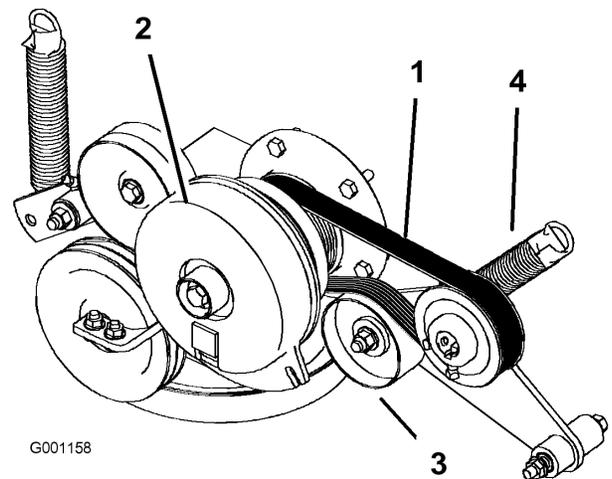

Figura 60
3. Retire el muelle del brazo de la polea tensora (Figura 60).
4. Instale la correa nueva alrededor de la polea del motor y de la bomba hidráulica (Figura 60).
6. Instale el muelle en el brazo tensor (Figura 60).